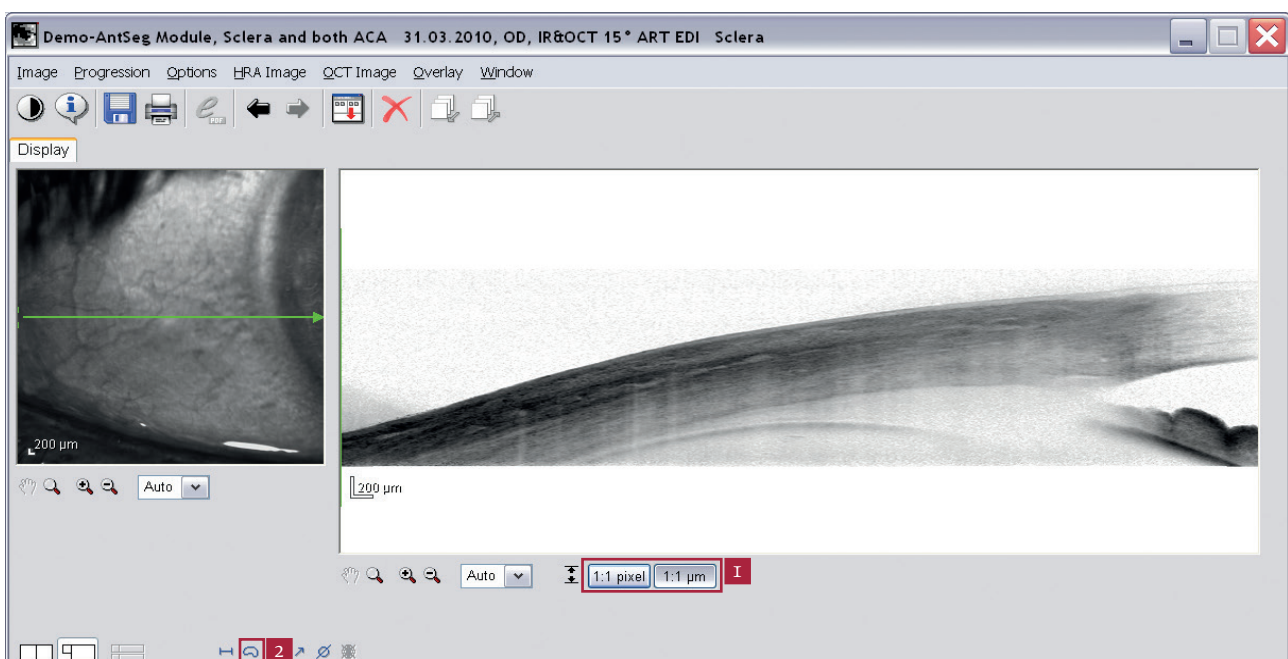

Abb. 12: Analysefenster Skleraaufnahme
- ✓ Auswahl der OCT-Scan-Ansicht 1:1  $\mu\text{m}$  (Abb. 12 **I**). In der 1:1 Pixel Darstellung ist das Messwerkzeug nicht verfügbar.
- ✓ Flächenmesswerkzeug (Abb. 12 **2**) durch Mausklick anwählen.